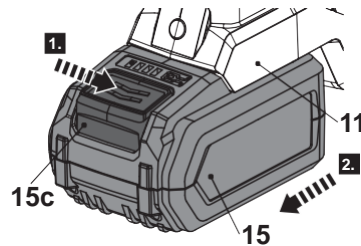

Fig. 6
2. Para retirar el bloque de baterías (15), presione el botón de desbloqueo (15c) (Fig. 6, paso 1) y deslice el bloque de baterías (15) hacia fuera del soporte del bloque de baterías (11) (Fig. 6, paso 2).